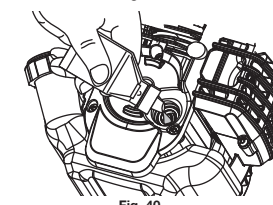

Fig. 40
5. Remplissez de nouveau le carter moteur de 90 ml (3,04 oz) d'huile SAE 30 SF, SG, SH (Fig. 40).